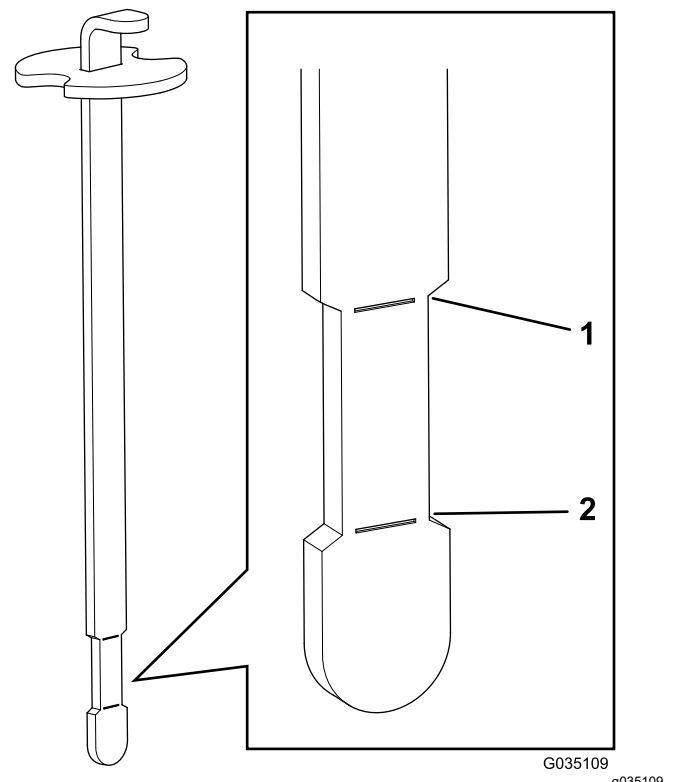

Figure 40
6. Remettez la jauge dans le goulot de remplissage, puis ressortez-la et contrôlez le niveau de liquide (Figure 40).